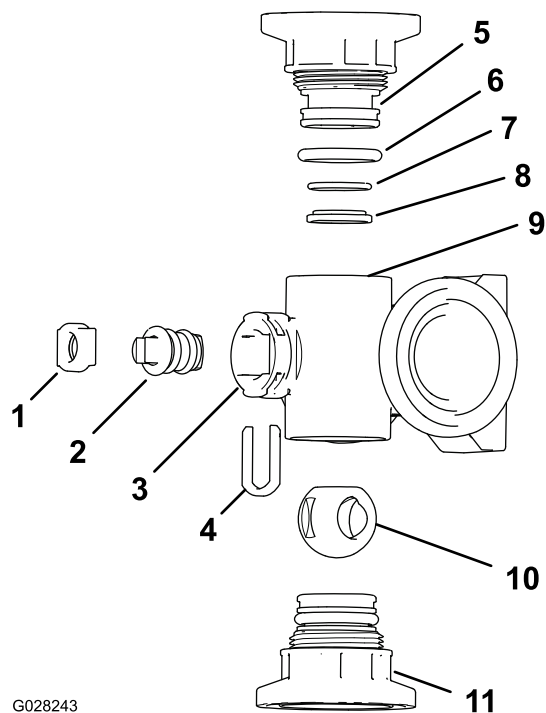

図 123
2. マニホルドのボディ両端部にあるエンドキャップフィッティングアセンブリ2個を取り外す 図 123 と 図 124。
4. マニホールド内部のステムポートのスロットからステムリテーナを取り外す 図 123 と 図 124。
5. マニホールドからステムリテーナとバルブシートを取り外す 図 123 と 図 124。
6. マニホールドボディの中に手を入れてバルブステムアセンブリを取り出す 図 123 と 図 124。
1. 出口フィッティングの Oリング個別ブームバルブマニホールドのみ、エンドキャップの Oリング、バックシートの Oリング、ボールシートそれぞれに傷や過度の摩耗がないか点検する 図 123 と 図 124。
2. バルブのステムにシリコングリスを塗り、ステムをバルブステムシートに取り付ける 図 123 と 図 124。
3. バルブステムとシートをマニホールドに取り付けてステムリテーナで固定する 図 123 と 図 124。
4. バックシートの Oリングとボールシートが相互に整列しており、エンドキャップのフィッティングに適切に収まっていることを確認する 図 123 と 図 124。
5. エンドキャップフィッティングアセンブリをマニホールドボディに取り付け、エンドキャップフィッティングのフランジがマニホールドのボディに接触したら 図 123 と 図 124、その位置からさらにバルブを 1/8-1/4 回転締め付ける。